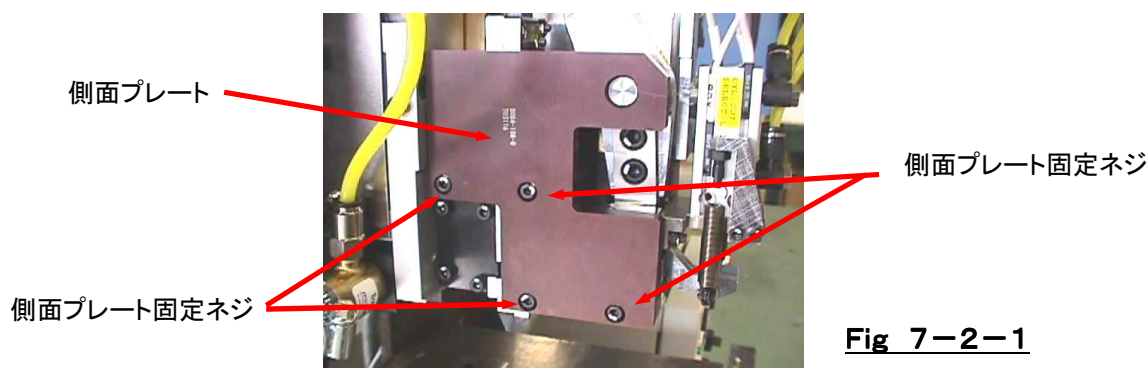

Fig 7-2-1
- ① 側面プレート固定ネジを外して、側面プレートを外して下さい。[Fig 7-2-1]